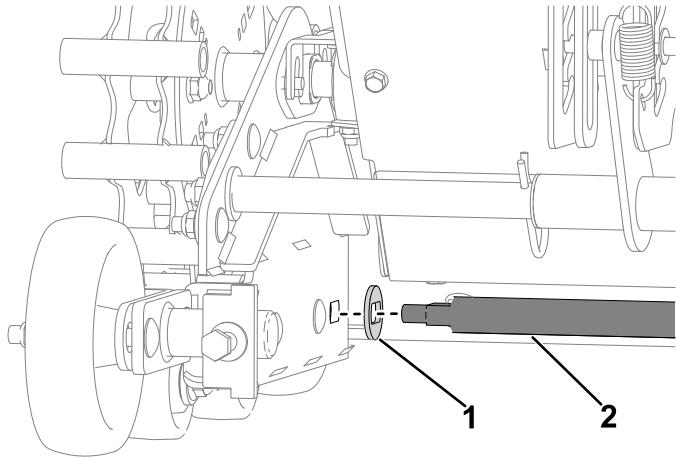

Bild 32
5. Montieren Sie die beiden Spezialscheiben auf der neuen Gelenkstange. Montieren Sie die neue Gelenkstange mit den Spezialscheiben durch die Raupenbaugruppen und die Trägerplatte und befestigen Sie diese mit zwei neuen Sicherungsmuttern ($\frac{3}{8}$ ") (Bild 32).